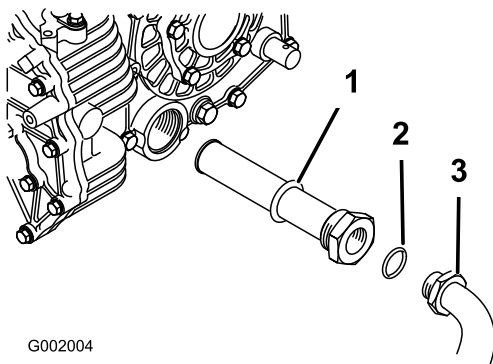

Figura 70
5. Retire o tubo do hidráulico e o conector de 90° (Figura 70).